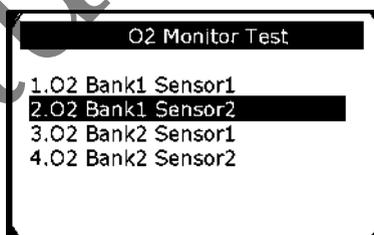

Рисунок 5-23
- 3) С помощью кнопок прокрутки вверх/вниз выберите датчик кислорода в меню O2 Monitor Test [Проверка монитора кислорода], а затем нажмите кнопку ОК. См. рисунок 5-23.